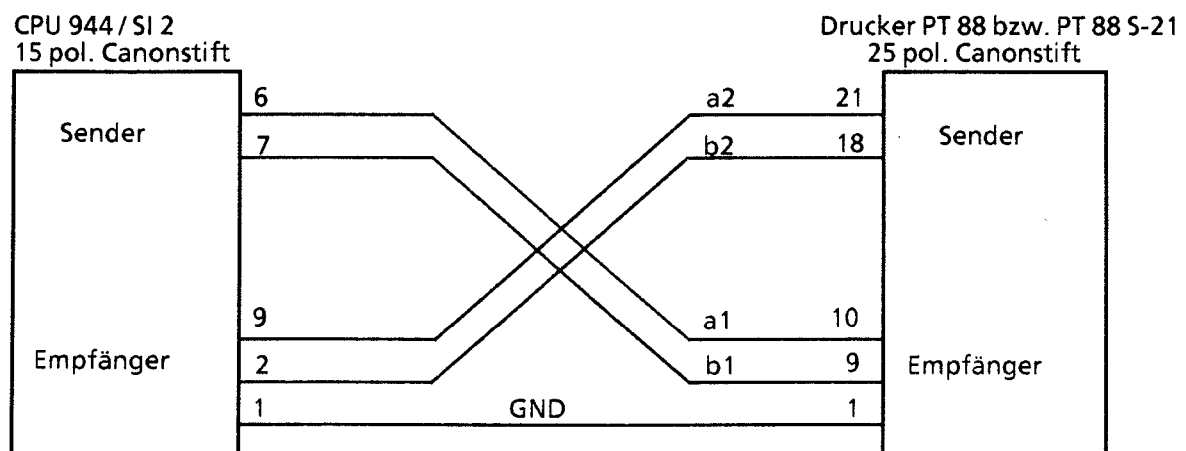

Bild 12.13 PIN-Belegung der Verbindungsleitung CPU 944 / SI 2 zu den entsprechenden Druckern PT88 bzw. PT88 S-21 (TTY)
- Drucker PT88 über entsprechendes Kabel an CPU 944 SI 2 anschließen (siehe Bild 12.13)